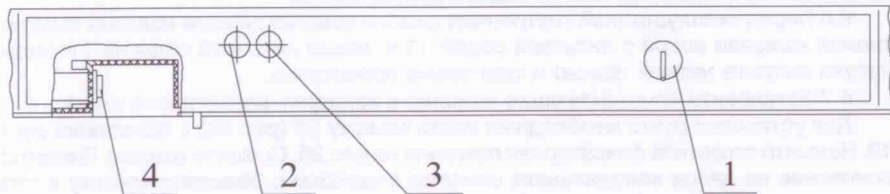

Рис.3. Схема расположения приборов управления и индикации
7.1. Включение и отключение холодильника производится штепсельной вилкой сетевого шнура (**не рекомендуется тянуть за сетевой шнур**). Загоревшаяся зеленая индикаторная лампа (рис.3) на панели свидетельствует о том, что холодильник включен в электросеть. Желтая индикаторная лампа горит при работе холодильника в режиме замораживания. Индикаторные лампы загораются в течение 10 секунд.
Для качественного замораживания продуктов, предназначенных для длительного хранения, их следует загружать в морозильную камеру порциями общий вес которых не превышает мощности замораживания, указанной в разделе 2. При загрузке продуктов, в количестве превышающем мощность замораживания, увеличивается время полного замораживания. Если Вы хотите сократить время замораживания продуктов, то можете использовать режим замораживания. Режим замораживания включается нажатием клавиши переключателя 4 (рис. 3) «от себя». При этом на панели загорается индикаторная лампа 3 (рис.3).
Не позднее 24 часов после загрузки последней партии продуктов переведите холодильник в режим хранения, нажав клавишу переключателя «на себя», при этом индикаторная лампа 3 (рис.3) гаснет.